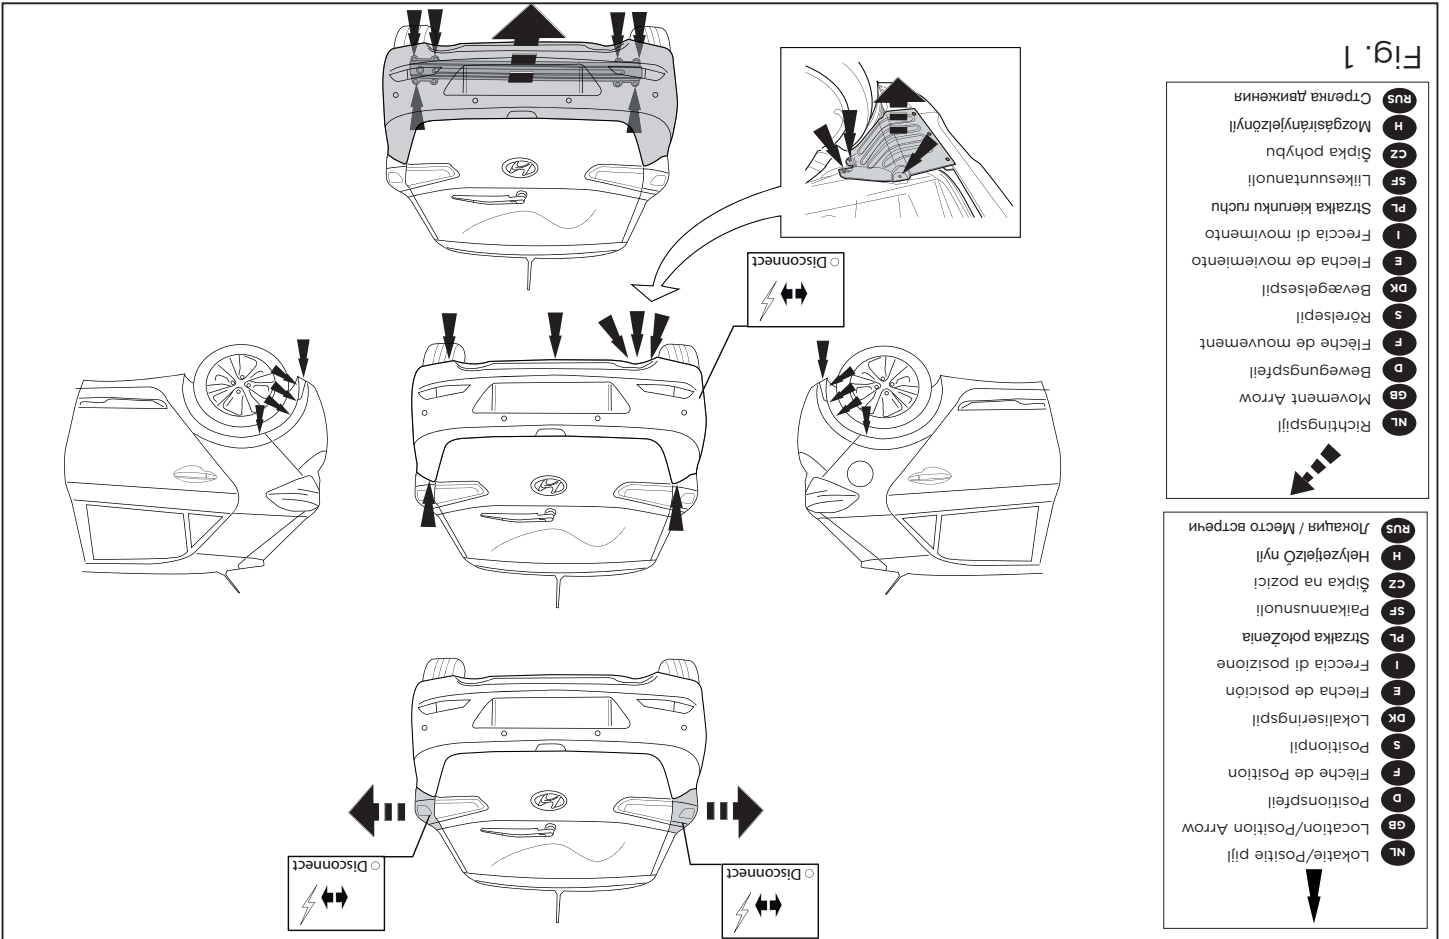

Fig. 1
2. Remove the bumper and the steel buffer beam from the vehicle. Remove the plastic protective cap. See figure 1.
9. Fit the bumper and the steel buffer beam and the plastic protective cap. See figure 1.
Fahrzeug abmontieren. Die Kunststoffschutzkap abmontieren. Siehe Abbildung 1.
9. Die Stoßstange einschließlich des stählernen Stoßbalkens und Kunststoffschutzkap montieren. Siehe Abbildung 1.
- Déposer le pare-chocs du véhicule y compris la traverse en acier. Voir la figure 1.
- Monter le pare-chocs du véhicule y compris la traverse en acier et la cache de protection en plastique. Voir la figure 1.
2. Снять бампер вместе со стальным буферным брусом автомобиля. Снять пластмассовые защитные колпаки. См. рисунок 1.
9. Вставить бампер вместе со стальным буферным брусом и пластмассовые защитные колпаки. См. рисунок 1.
2. Demonter kofangeren, inklusive køretøjets stålstødbjælke. Demonter kunststofbeskyttelseskapperna. Se fig. 1.
9. Monter kofangeren, inklusive stålstødbjælke og kunststofbeskyttelseskapperna. Se fig. 1.